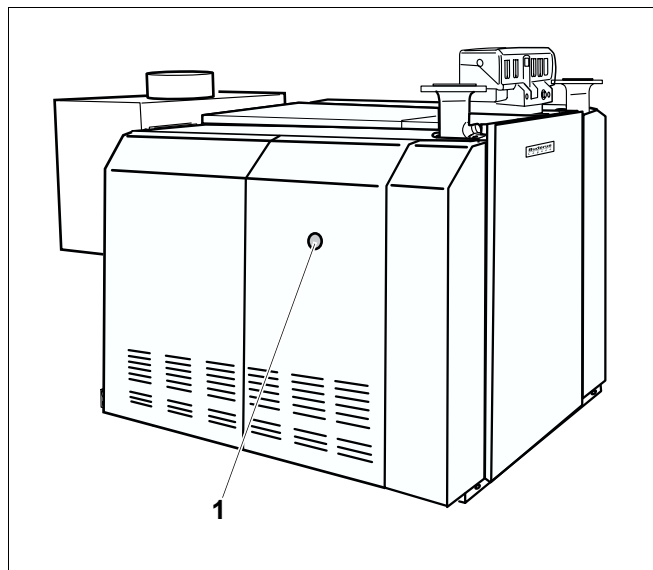

Рис. 29 Кнопка подавления помех
При возникновении неисправности горелки загорается сигнальная лампочка на кнопке подавления помех, расположенной на отопительном котле (рис. 29, поз. 1).
Вы можете нажать кнопку подавления помех, расположенную в отверстии (рис. 29, поз. 1) на боковой стенке. Для этого не нужно демонтировать боковую стенку.
- Нажать кнопку подавления помех (рис. 29, поз. 1) отопительного котла.